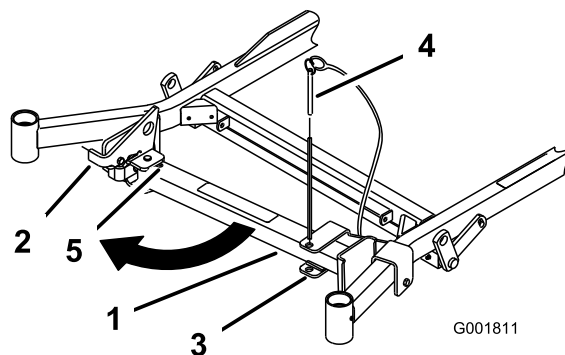

Figura 26
2. Togliete il perno dalla staffa (Figura 26).
- Riportate il supporto in posizione di riposo (Figura 26).